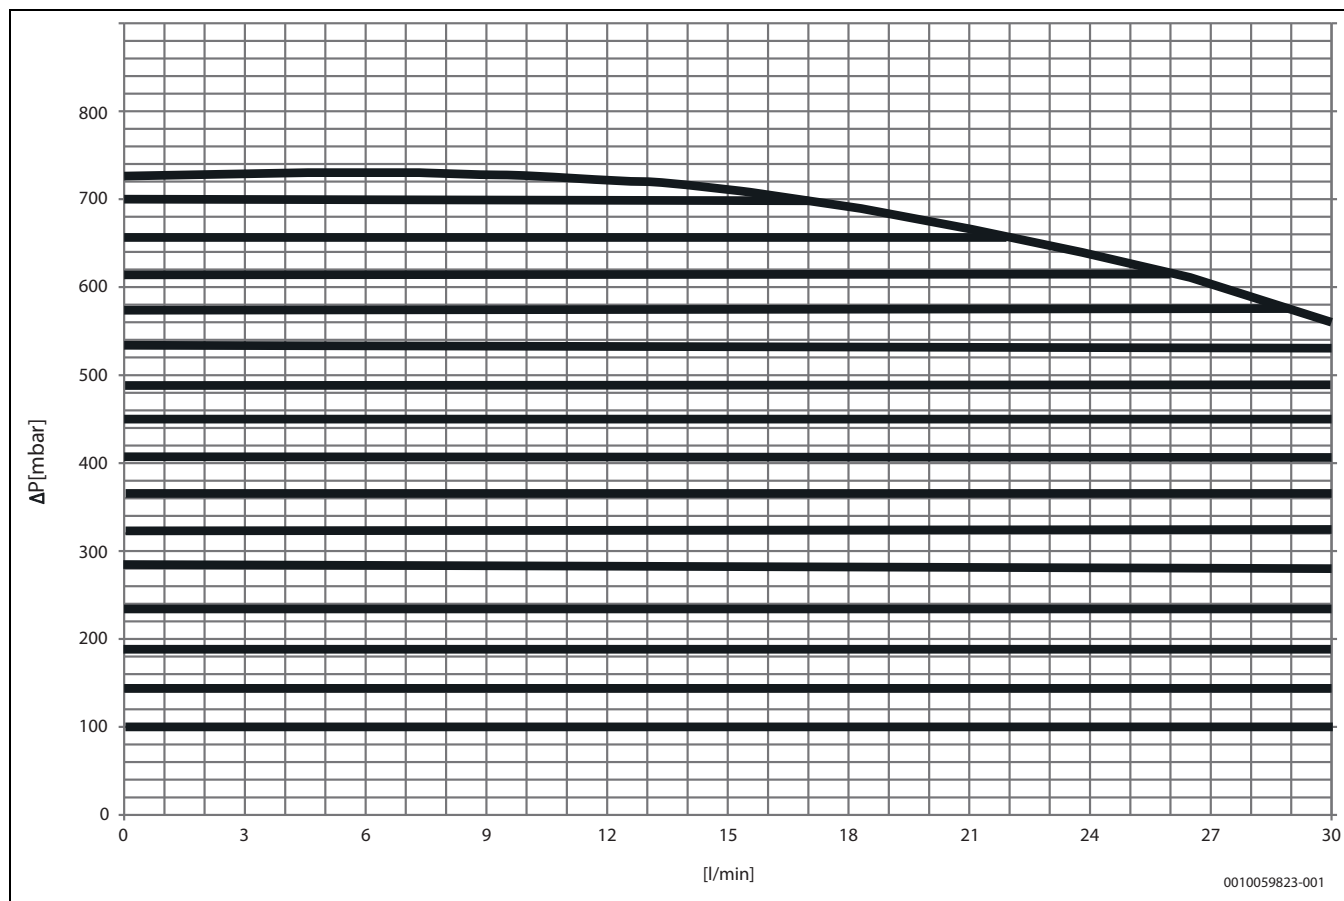

Bild 31 Leistungsdiagramm für die Heizkreispumpe in einem Heizkreis mit konstantem Druck
2) Der verfügbare Druck hängt von der angeschlossenen Wärmepumpe oder der hydraulischen Entkopplung ab (→ siehe Leistungskurve für die Heizkreispumpe, Abbildung 31)